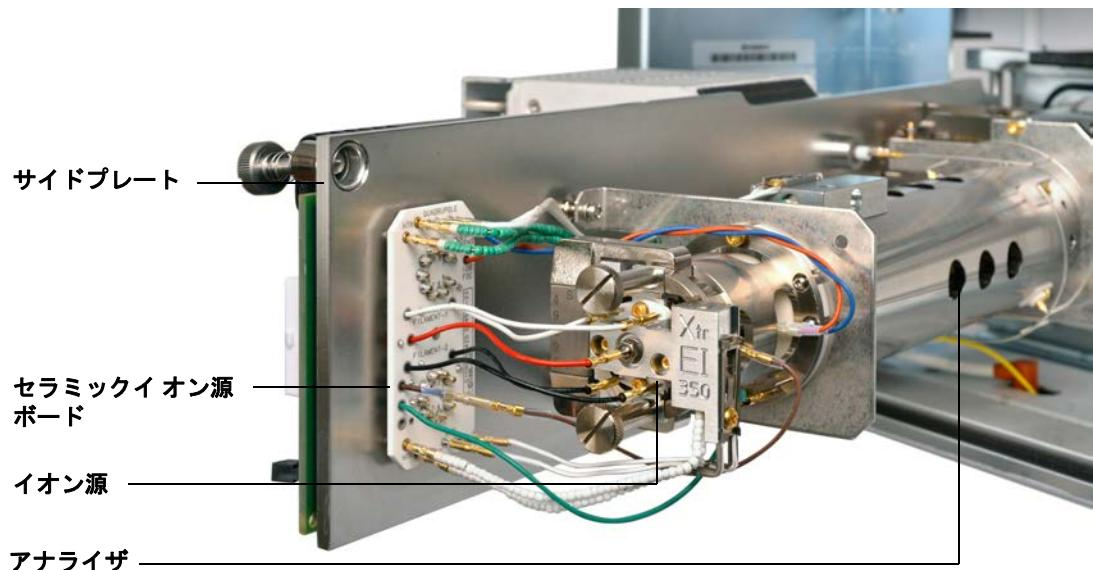

図 34 イナート + MSD のアナライザ
- 3** アナライザのサイドプレートのつまみねじがきつく締まっている場合、緩めます。(128 ページの図 34 を参照してください。)